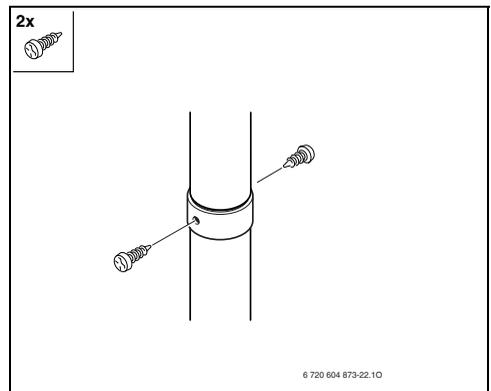

Fig. 38
▶Fixar a união com os parafusos fornecido (Fig. 38).